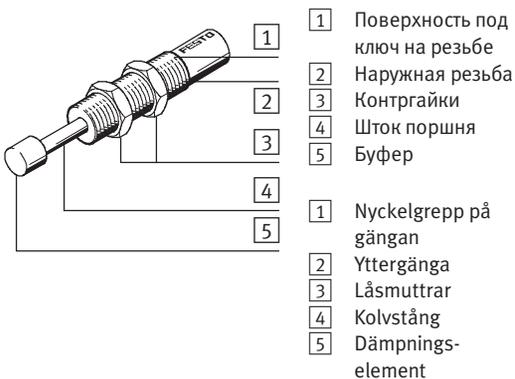
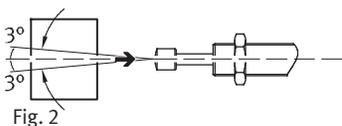

Fig. 1
Fig. 2
- Перемещаемая нагрузка в осевом направлении ударяется о буфер [5] (→ Fig. 1), (макс. отклонение 3°, → Fig. 2).
- Затяните контргайки [3] (→ Fig. 1) согласно выбранному типу крепления. При этом соблюдайте следующие моменты затяжки: